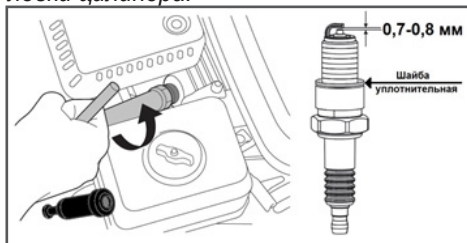

Рис. 29 Обслуживание свечи зажигания
- Снимите со свечи зажигания колпачок и удалите грязь вокруг свечи зажигания (Рис. 29).
- Измерьте зазор между электродами свечи зажигания специальным щупом. Зазор должен быть 0,7-0,8 мм (Рис. 29). При увеличении, или уменьшении требуемого зазора, рекомендуется заменить свечу, так как регулировка зазора может привести к изменению качества искрообразования.